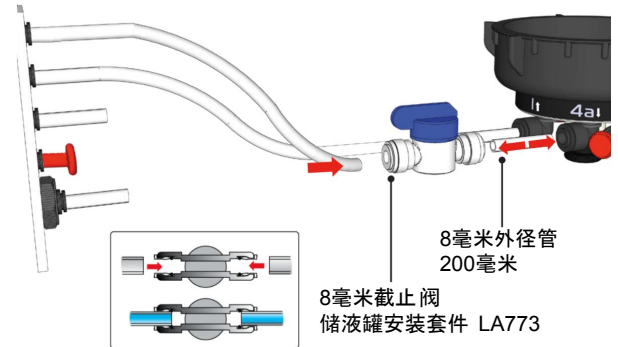

图2
4. 使用随附软管将截止阀连接至储水箱入口接头(端口4a) (图2)